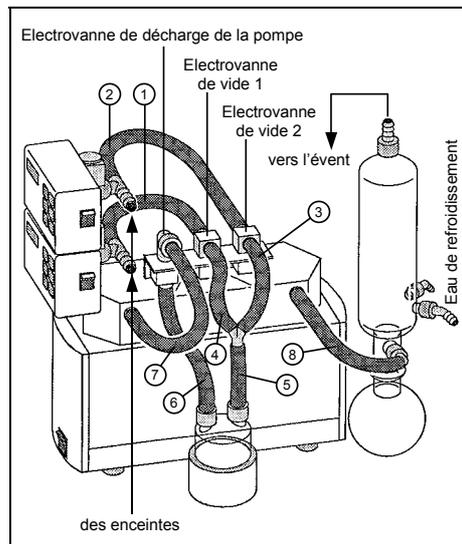
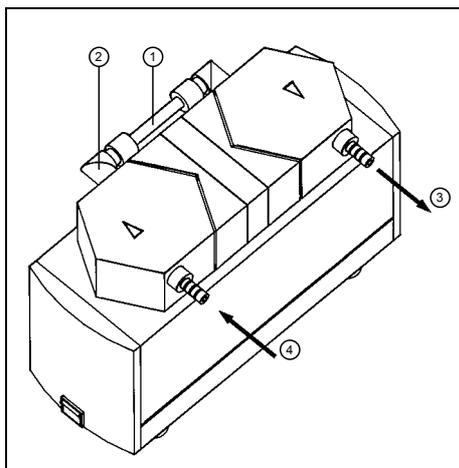

Fig. 13 : Raccordement système SCC... (pompes à deux têtes)
Fig. 15 : Pour le montage du lest d'air.
- ⑤ Serrer la vis à 6 pans creux au pied du support, qui se trouve dans la rainure de la plaque de base.
- ⑥ Raccordement des pompes à deux têtes suivant la figure 13. Pour le raccordement des pompes à une tête, ou en version Aluminium (reconnaisable à la lettre « A » de la référence), prière de contacter KNF. Choisir les matériaux des tuyaux en fonction des gaz véhiculés.
- ❼ Monter en plus le contrôleur de vide utilisé dans le système précédent sur le nouveau support de base. Glisser l'écrou de fixation du contrôleur dans la rainure prévue à cet effet et serrer la vis à 6 pans creux.
- ❽ Glisser les éléments de fixation du nouveau support dans la rainure de la plaque de base.
- ❾ Serrer la vis à 6 pans creux au pied du support, qui se trouve dans la rainure de la plaque de base.
- ❿ Monter le support transversal sur le support de base.
- ⓬ Raccordement des pompes à deux têtes suivant la figure 13. Pour le raccordement des pompes à une tête, ou en version Aluminium (reconnaisable à la lettre « A » de la référence), prière de contacter KNF. Choisir les matériaux des tuyaux en fonction des gaz véhiculés.
- ❶ Mettre la pompe hors service (voir chapitre 6) ; pour cela, débrancher l'alimentation électrique.
- ❷ Retirer les raccordements pneumatiques à l'aspiration et au refoulement de la pompe.
- ❸ Retirer la pompe de la plaque de base.
- ❹ Démonter le raccordement entre les têtes de la pompe (voir figure 15).
- ❺ Dévisser l'embout de la tête d'aspiration (voir figure 15).
- ❻ Visser le lest d'air à la tête de la pompe (le raccord du l'est d'air est entouré de Téflon).
- ❼ Remonter le raccordement entre les têtes de la pompe.